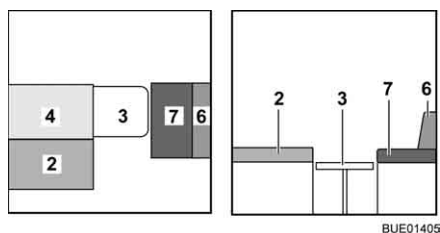

Fig. 149 Durante la trasformazione
- Posizionare il cuscino dello schienale (Fig. 149,4) accanto al cuscino del divano (Fig. 149,2).